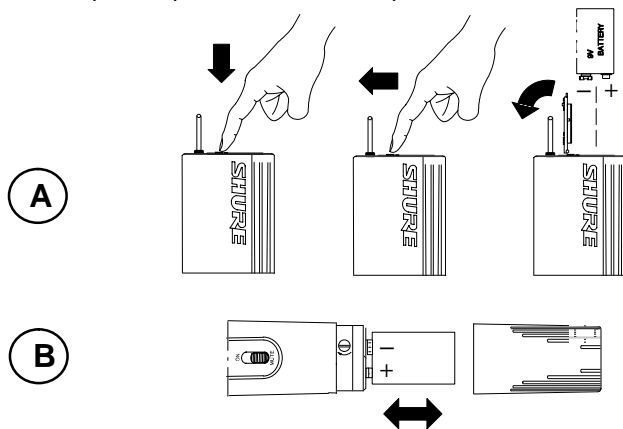

FIGURE 6
4. Insérer une pile de 9 V neuve dans le compartiment, comme illustré à la figure 6.